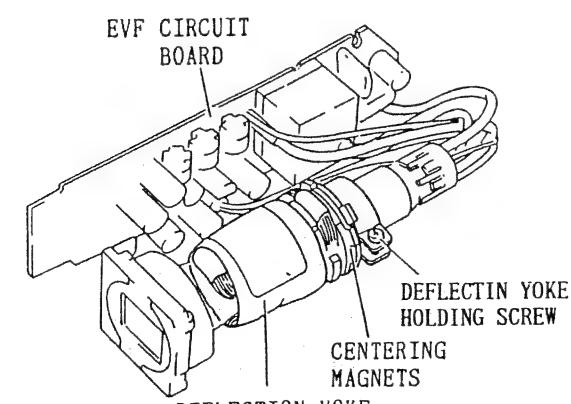

Fig. 4-13
(Fig. 4-13)
2) EVF Centring Adjustment (Fig. 4-13)